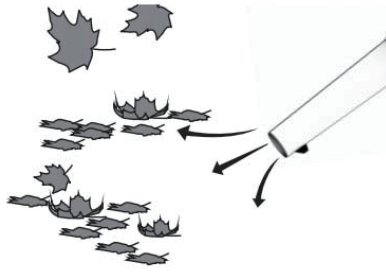

Abb. 7
- Machen Sie eine schwingvolle Bewegung von Seite zu Seite. Bewegen Sie sich langsam vorwärts und halten Sie den angesammelten Schutt/das Laub vor sich. (Abb. 7)